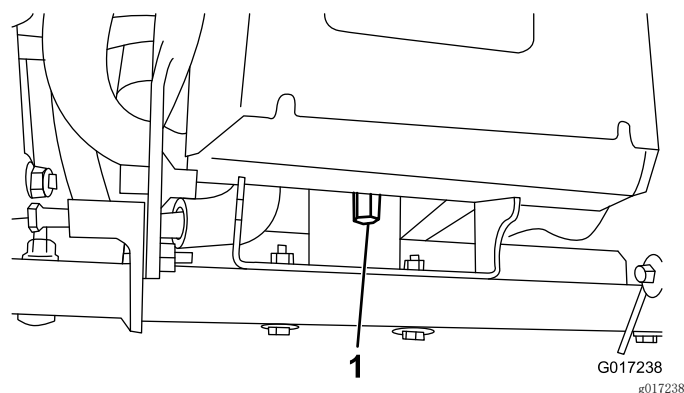

图10
4. 拧下将电池基座后部固定到机器机架上的高螺母（图10）。